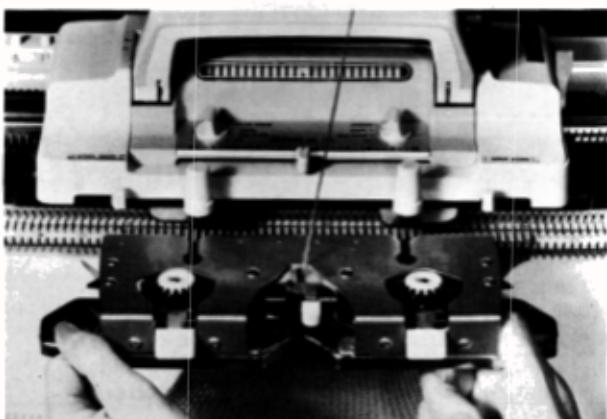

Fig. 225
- Retirer l'abaisseur en vérifiant qu'il n'y a pas de clapet d'aiguille accroché dans le guide-fil (fig. 225) ;